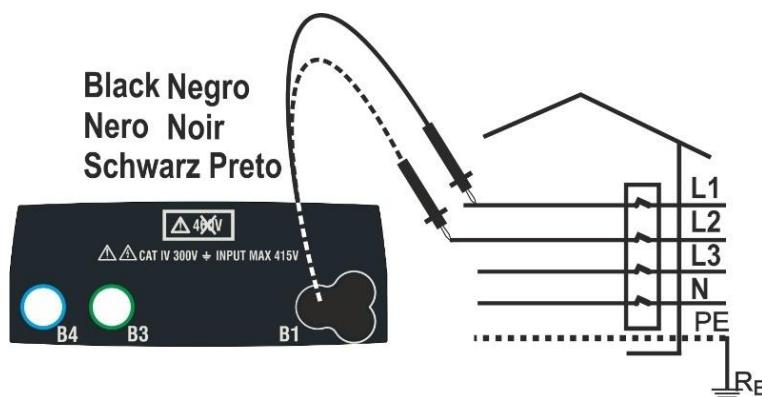
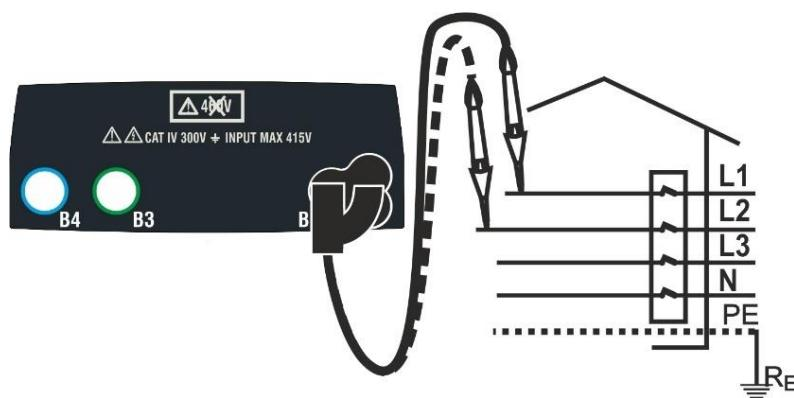

Fig. 31: Fasesekvens test med prøveledninger
Fig. 32: Fasesekvens test med fjernbetjeningsprobe
- Sort prøveledning/ fjernbetjeningsproben sættes i terminal B1, se Fig 31 og Fig 32
5. Nu skal krokodillenæb eller fjernbetjeningsprobe berøre fase L2 i Fig 31 og Fig. 32